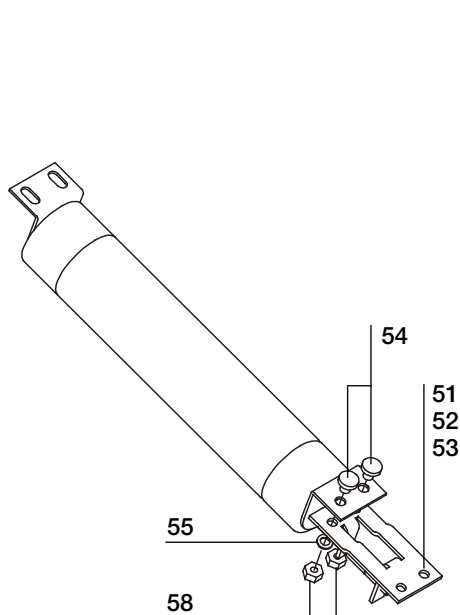

Fig. 16
a) Montaggio degli adattatori (fig. 16)
a) Assembly of the adapters (fig. 16)